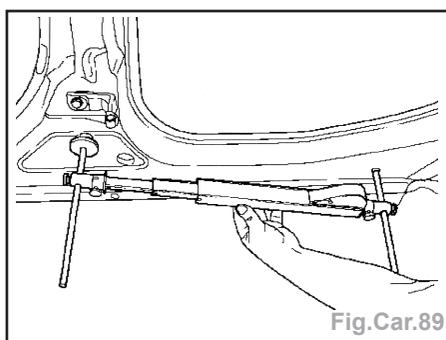

Fig.Car.89
- Mesurer le montant B ext. (Fig.Car.89) :